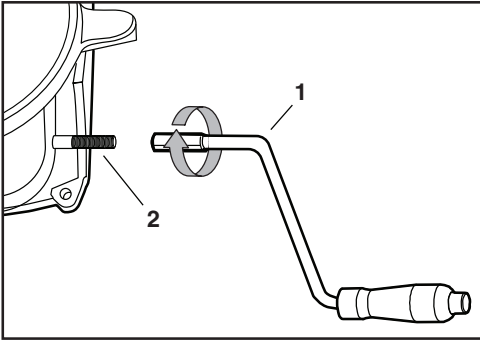
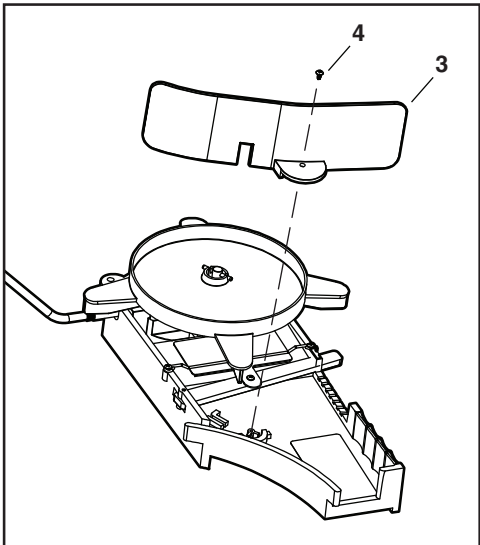

FIGURE 1
FIGURE 2
- (1) Phillips Head Screw Driver
STEP 1: (SEE FIGURE 1)
- Assemble the crank handle (1) by turning it onto the crank shaft (2) in a clockwise motion.
STEP 2: (SEE FIGURE 2)
- Mount the baffle (3) onto the gear box with a screw (4) as shown.
- (1) Tournevis à tête Phillips
ÉTAPE 1: (VOIR FIGURE 1)
- Assemblez la manivelle (1) en la tournant sur le vilebrequin (2) dans le sens des aiguilles d'une montre.
ÉTAPE 2: (VOIR FIGURE 2)
- Montez le déflecteur (3) sur la boîte de vitesses avec une vis comme indiqué.